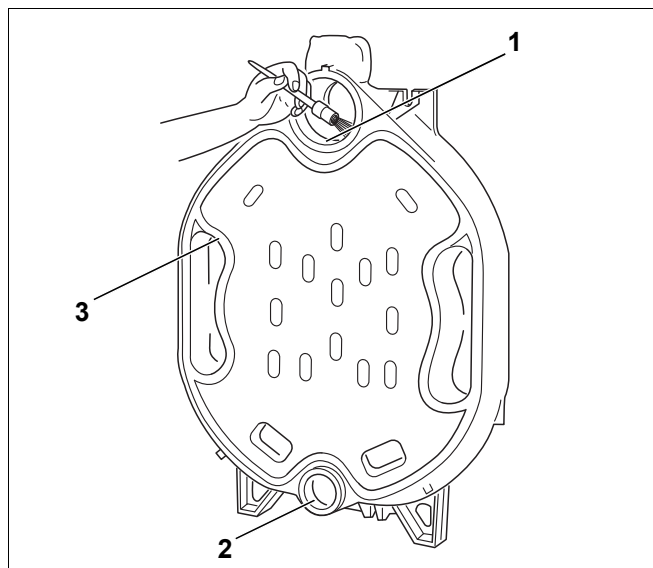

Рис. 8 Подготовка пазов для уплотнений и ступиц
- ▶ При необходимости прочистите пазы для уплотнений проволоочной щёткой и ветошью (рис. 8, [3]).
- ▶ Очистите уплотнительные поверхности ступиц ветошью, пропитанной бензином (рис. 8, [1] и [2]).